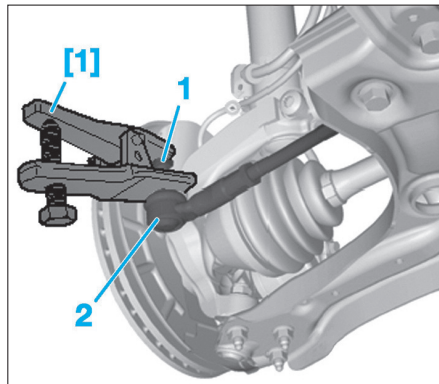

FIG. 47
- Desserrer l'écrou (1) de la biellette de direction (2) (Fig.47).
- Desserrer l'écrou de la rotule (Fig.47).